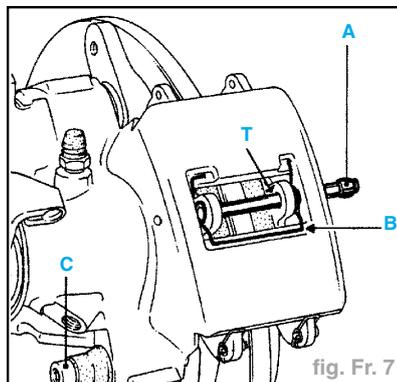

fig. Fr. 7
- Déposer (fig. Fr. 7) :
- Replacer l'étrier dans sa position de fonctionnement et monter la vis de fixation (C) de la colonnette secondaire enduite de **Loctite Frenbloc** puis la serrer au couple (fig. Fr. 7).
- Positionner l'axe de maintien des plaquettes en le passant à travers les boucles du ressort (fig. Fr. 7).